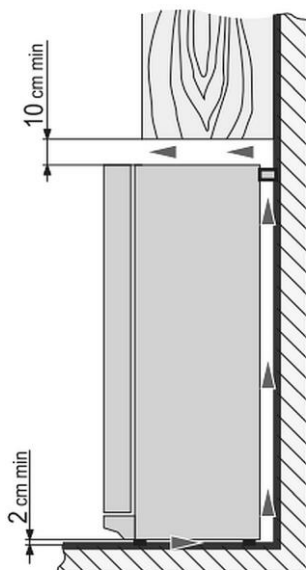

Fig. 6
- Hold en afstand på mindst 10 cm mellem apparatets overside og genstande placeret over det (f.eks. et skab) (fig. 6).